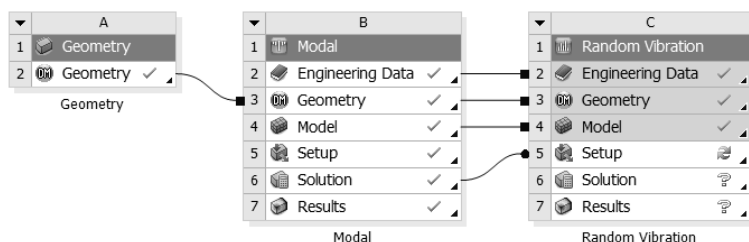
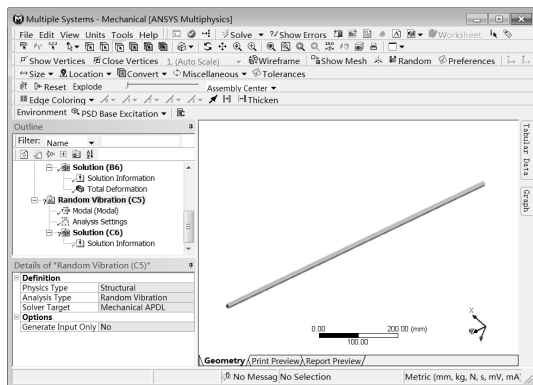

图 10-32 数据共享
图 10-33 Mechanical 界面
Step2：如图 10-32 所示，项目 B 与项目 C 直接实现了数据共享，此时在项目 C 中的 C5（Setup）后会出现 标识。
Step3：双击如图 10-32 所示 C5 栏，此时启动如图 10-33 所示的 Mechanical 平台。